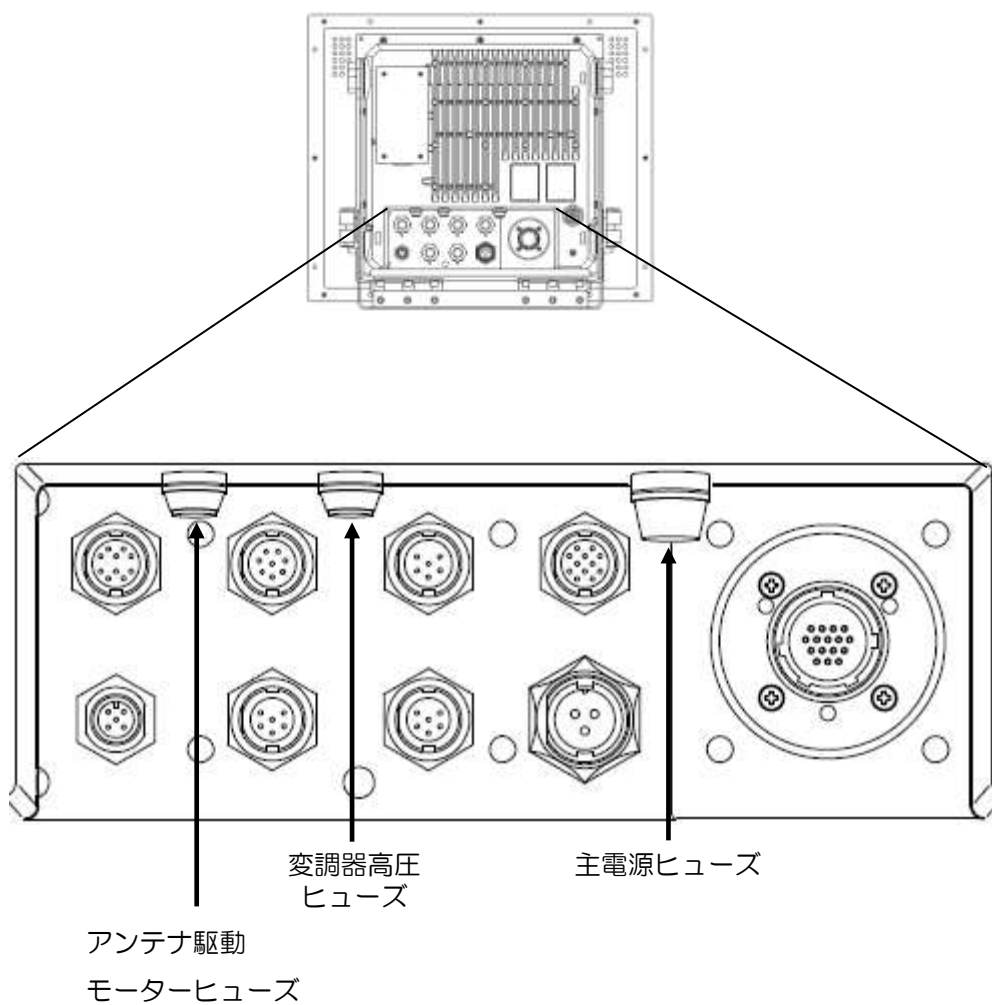

図 5.3 指示機背面のヒューズ
1. 回転させずに送信するには図 5.3 のアンテナ駆動モーターヒューズを抜いてください。